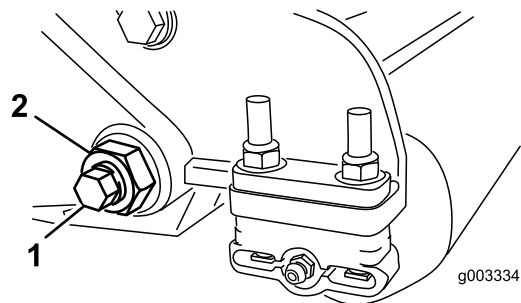

Figura 29
3. En cada lado de la máquina, afloje la contratuerca que fija el perno de la barra de asiento (Figura 29).
4. Retire cada perno de la barra de asiento, para poder tirar de la barra hacia abajo y retirarla de la máquina (Figura 29).